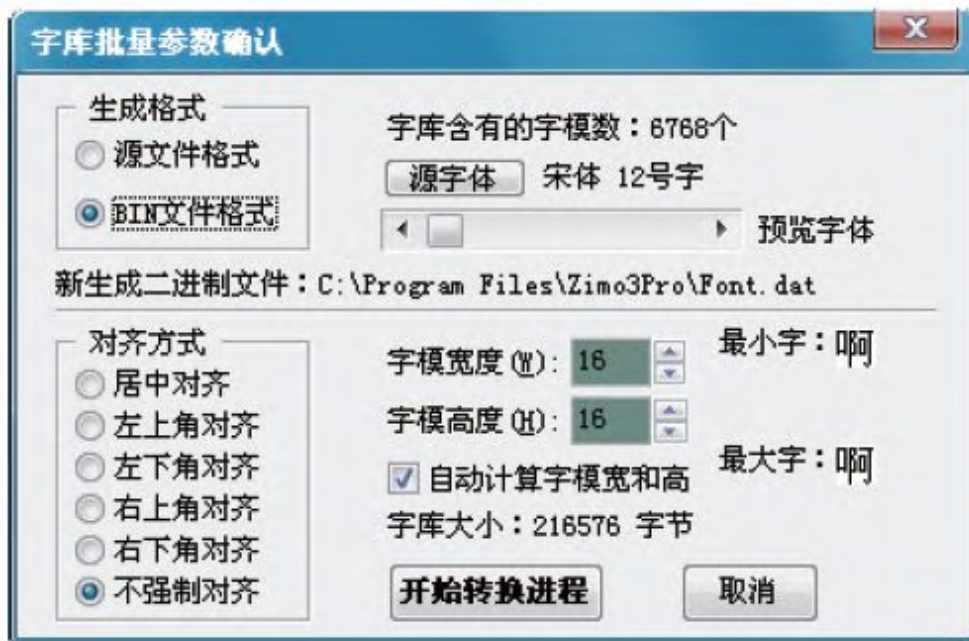

图 22-9 生成bin文件格式
7) 回到“字模III-增强版V3.91”软件，采用与之前同样的方式生成bin格式的字库文件（即“生成格式”选项设置为“BIN文件格式”），见图22-9。